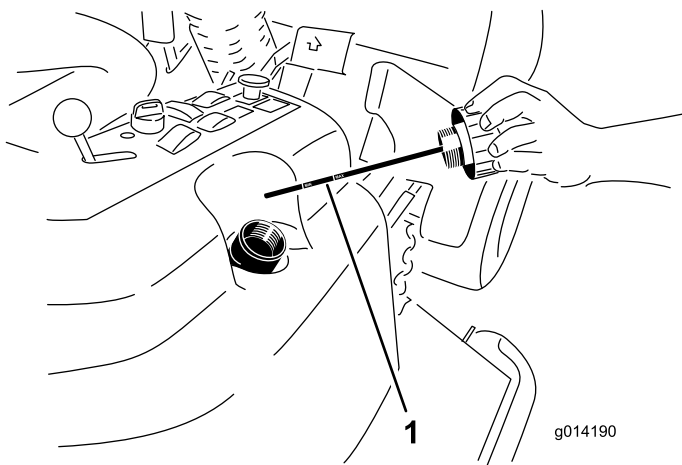

Figura 41
2. Retire el tapón de llenado de aceite hidráulico (Figura 41) del cuello de llenado.
3. Retire la varilla y límpiela con un paño limpio (Figura 41).
4. Introduzca la varilla a fondo en el cuello de llenado; luego retírela y compruebe el nivel del aceite (Figura 41).